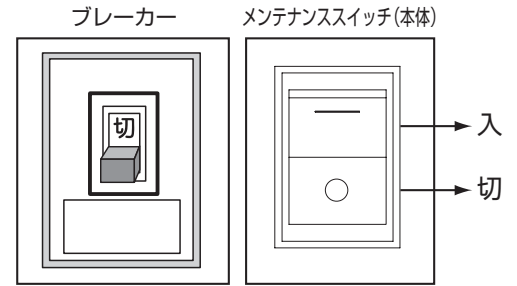

図1
- ③クリーニングが終わり、排気グリルが乾いたのを確認したうえで、元のグリル受けにはめ込み戻してください。
- アルデ換気システムは24時間の連続運転が基本です。運転を止める時には、本体のメンテナンススイッチかブレーカーを切ってください。(図1)
- ①●(大)、●(中)